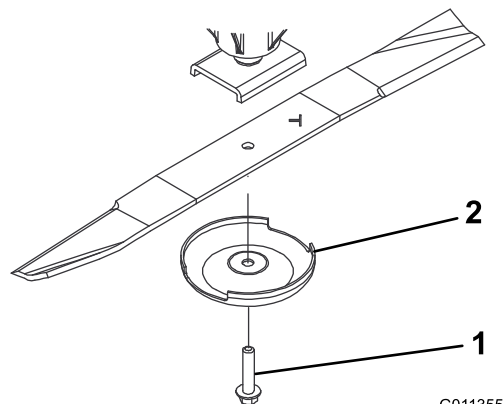

Figure 100
3. Enlevez le boulon, la coupelle de protection et la lame de l'axe de pivot (Figure 100).